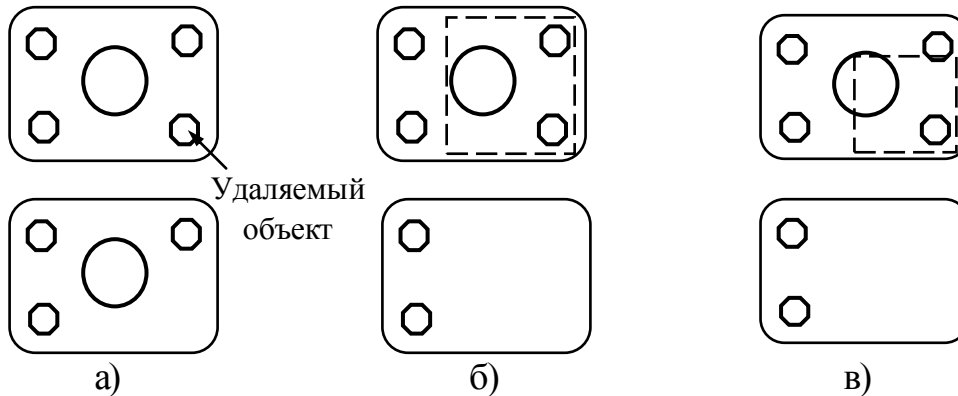

Рис. 67
1. удаление одиночных объектов (рис. 67, а);
2. удаление объектов внутри рамки (рис. 67, б);
3. удаление объектов, пересеченных секущей рамкой (рис. 67, в).